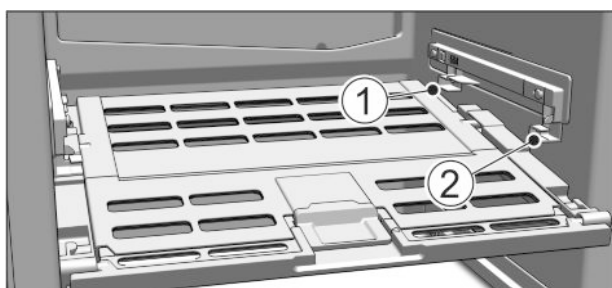

Fig. 62
- ▶ Wkładanie pokrywy Fruit & Vegetable-Safe: Ramiona pokrywy wprowadzić od dołu do tylnego uchwytu Fig. 62 (1) i zażebić z przodu w uchwycie Fig. 62 (2).